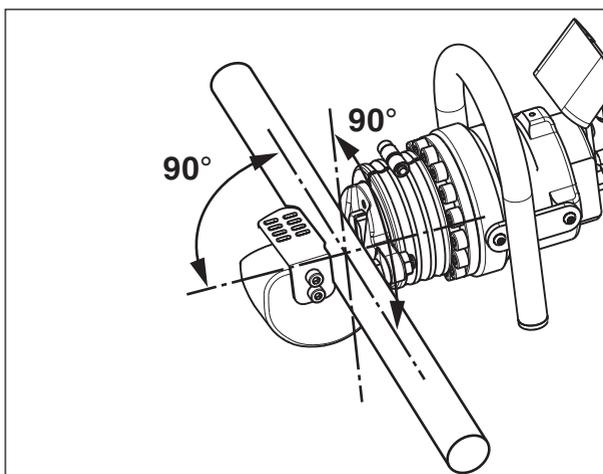

Figura 7, colocação do material no cabeçote de corte
Coloque o material a ser cortado entre as lâminas do cortador, de forma que esteja perpendicular ao eixo do pistão, conforme apresentado na Figura 7. Isto fornecerá a melhor qualidade de corte ao colocar a menor quantidade de carga no cortador.
3. Coloque o material a ser cortado entre as lâminas fixa e móvel. Certifique que ele esteja perpendicular ao eixo do pistão, conforme apresentado na Figura 7. Consulte as instruções na Seção 8.5 para informações adicionais.